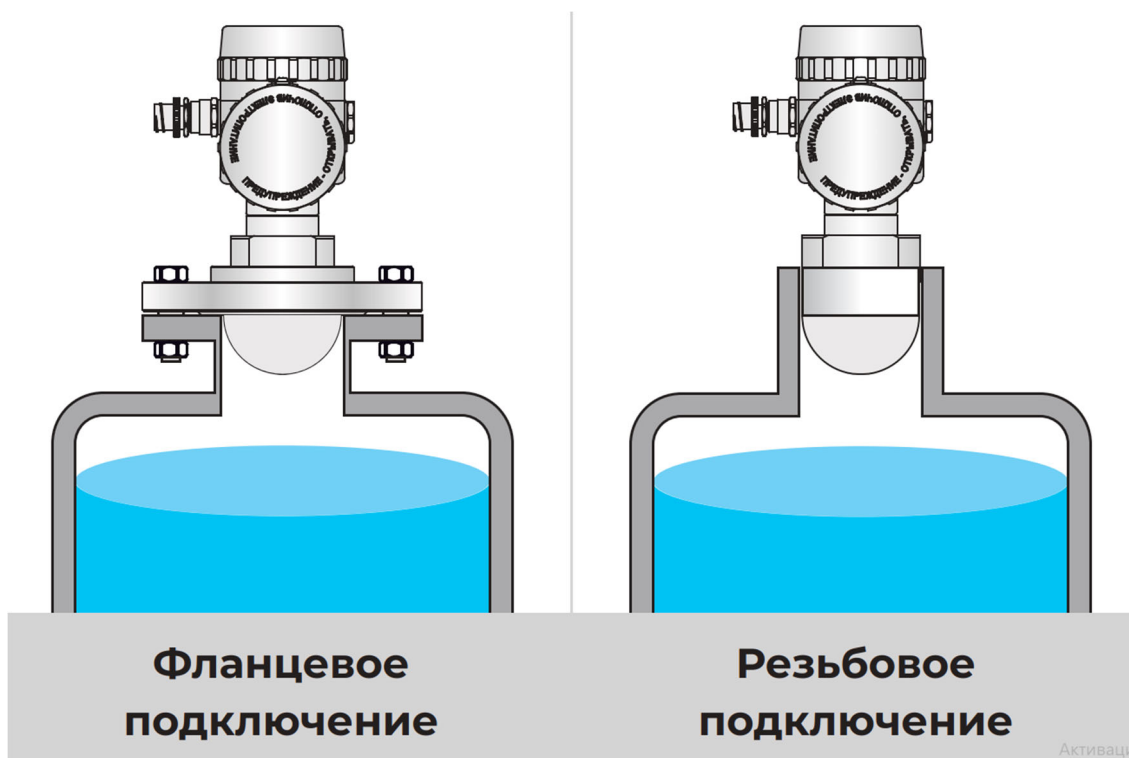

Рисунок 1 – Фланцевое и/или резьбовое подключение преобразователя
1.2.35 По способу подключения к процессу у преобразователей бывает фланцевое и/или резьбовое подключение (рисунок 1).
Так как скорость распространения радиоволн постоянна, то зная время задержки, можно определить пройденное расстояние. Из рис. 1б видно, что за время T_z , частота прямого сигнала увеличится на ΔF . При смешивании прямого и отражённого сигналов выделяется низкочастотный сигнал разностной частоты ΔF . Далее этот сигнал оцифровывается и обрабатывается сигнальным процессором (DSP). Используя алгоритм на основе преобразования Фурье и оригинальные адаптивные алгоритмы обработки и шумоподавления, DSP выполняет спектральный анализ сигнала, результатом которого является точное значение разностной частоты, пропорционально расстоянию, пройденному радиоволной. Далее измеренное расстояние используется для вычисления уровня и объёма.